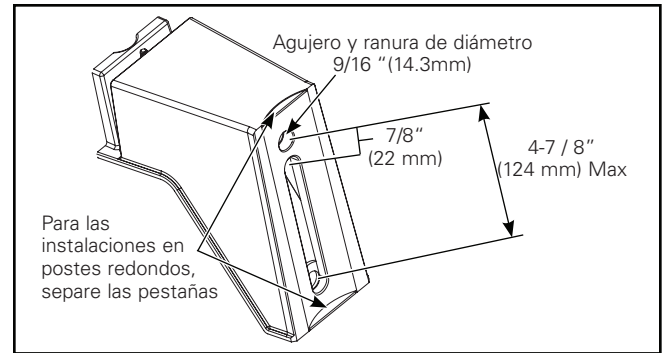

Figura 9.
3. Fije el conjunto de montaje de nudillo a la luminaria y apriete (2) tornillos de cabeza Phillips de 1/4 -20 a 20 in-lbs (Figura 9). Asegúrese de que los cables de suministro de la luminaria no estén apretados entre la placa de cuña y la cubierta.